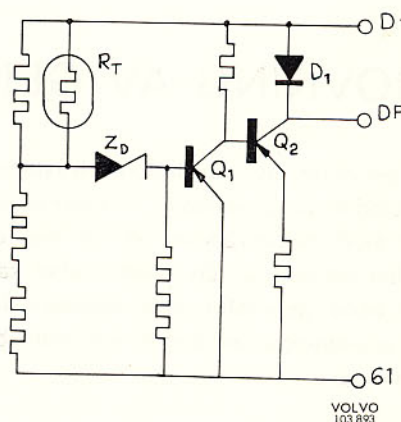

Bild 40. Transistorregulatorns inre koppling
När tändlåset slås till flyter en ström genom laddningskontrolllampan till anslutning D+ (61) på generatoren. Därifrån leds strömmen till regulatorn. I regulatorn leds strömmen via effekttransistorn Q2, bild 40, till DF-uttaget på gen. Från DF-uttaget leds strömmen över två borstar och släpningar, genom fältlindningen i rotorn till jord.